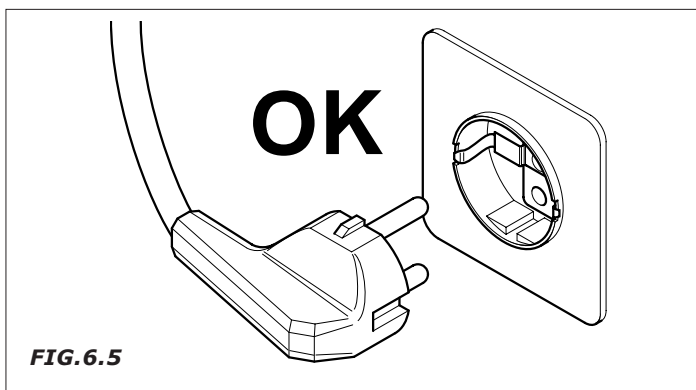

FIG.6.5
- Los enchufes no compatibles con la clavija de la máquina expendedora tienen que ser reemplazados. (Fig. 6.5).